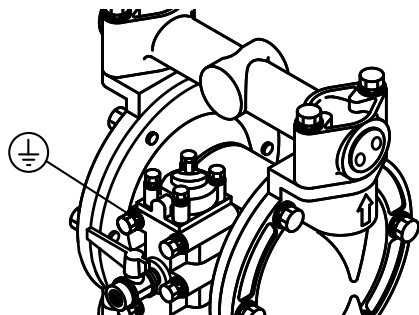

Figure 10
1. Lors de l'installation de la pompe, assurez-vous de connecter le fil de terre à la position spécifiée. Pour la position spécifiée pour connecter le fil de terre (voir figure 10).